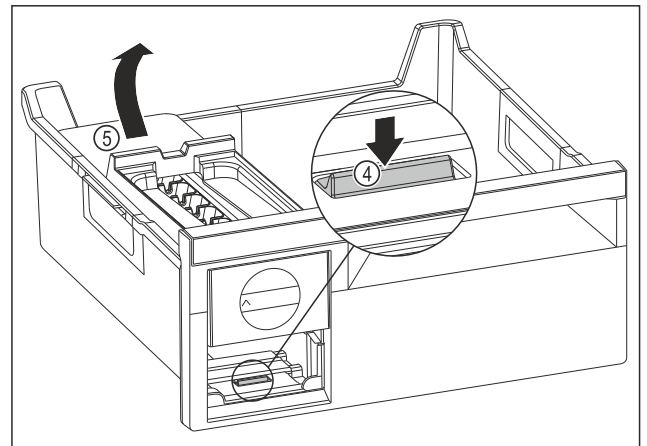

Fig. 77
- EasyTwist-Ice-Korpus entnehmen: Lasche Fig. 77 (4) mit Finger nach unten drücken und gleichzeitig mit der anderen Hand den EasyTwist-Ice-Korpus Fig. 77 (5) von hinten anheben.